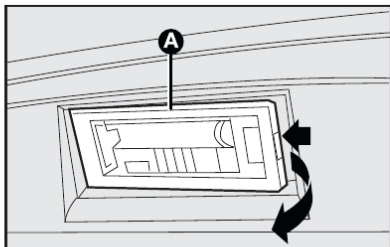

fig. 38
### LUZ DE PLACA - fig. 38
- 1) retirar os refletores **A-fig. 38** utilizando uma chave de fenda nos pontos indicados pelas setas **fig. 38**;